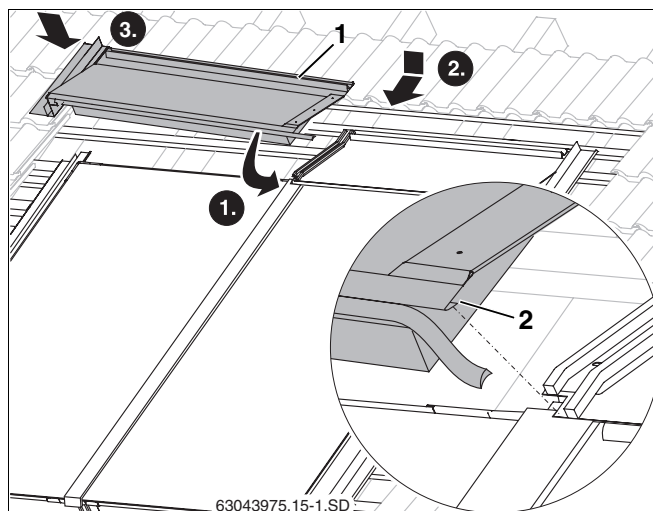

Fig. 56 Profilo d'integrazione superiore sinistro
- Inserire gli altri profili d'integrazione superiori dal lato della piega del profilo (fig. 56, **pos. 2**) nel profilo d'integrazione adiacente, e spingere verso il collettore.
- Inserire il profilo d'integrazione superiore sinistro (fig. 56, **pos. 1**) nel profilo d'integrazione laterale sinistro.